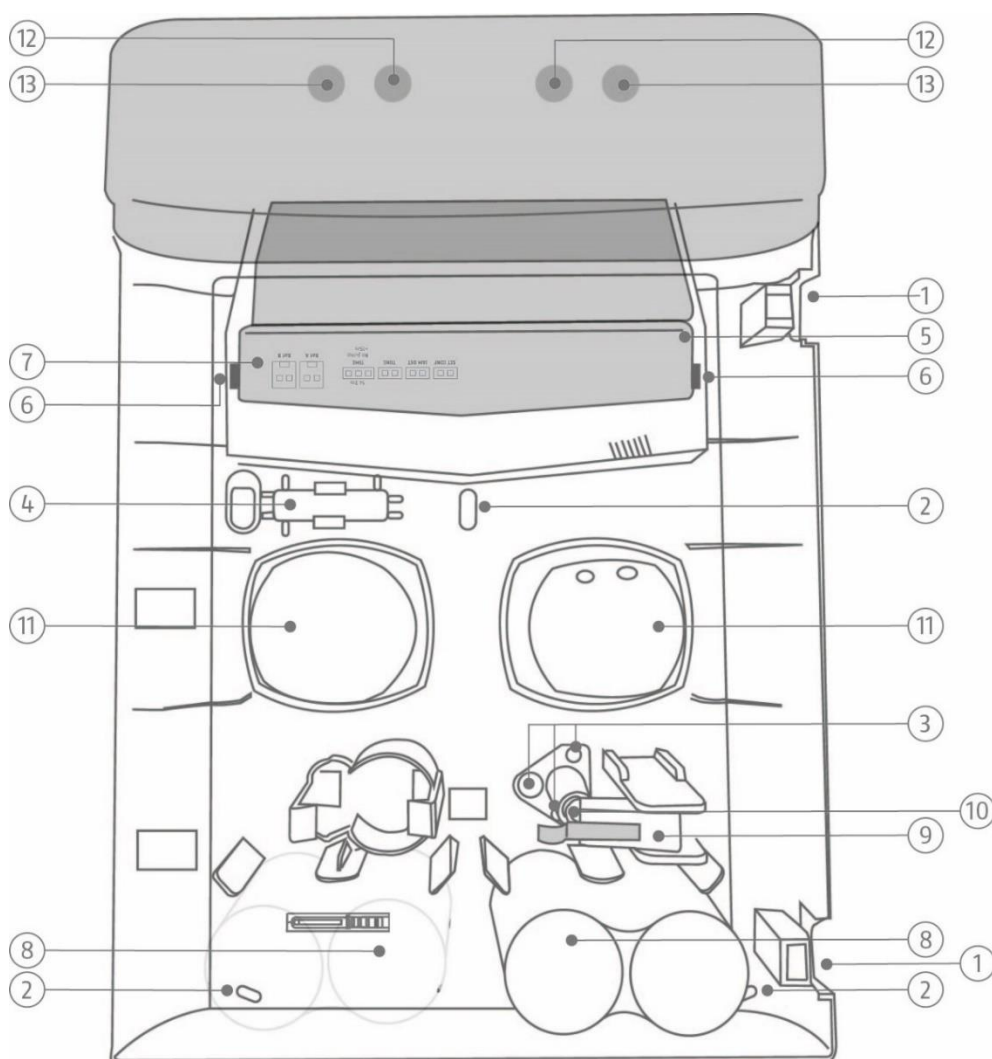

Figura 1: panoramica della sirena
- Aprire le due coperture delle due viti del coperchio (vedere figura 1).
- Togliere la copertura dei ponti/dei collegamenti (vd. figura 1) spingendo entrambe le linguette verso l'esterno (vd. figura 1) e contemporaneamente sollevando la copertura.